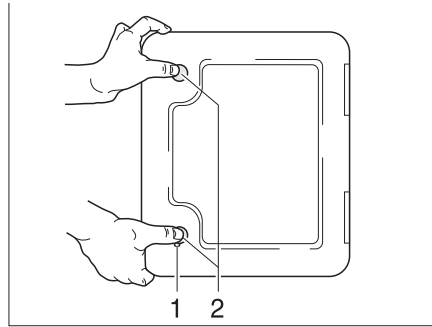

Bild 140 Klappe für Thetford-Kassette
Die Klappe für die Thetford-Kassette (Bild 140) befindet sich außen am Fahrzeug.
- Schlüssel in Schließzylinder des Druckschlusses (Bild 140,1) stecken und eine viertel Umdrehung im Uhrzeigersinn drehen.
- Beide Druckschlösser (Bild 140,2) gleichzeitig mit dem Daumen drücken und die Klappe für die Thetford-Kassette öffnen.